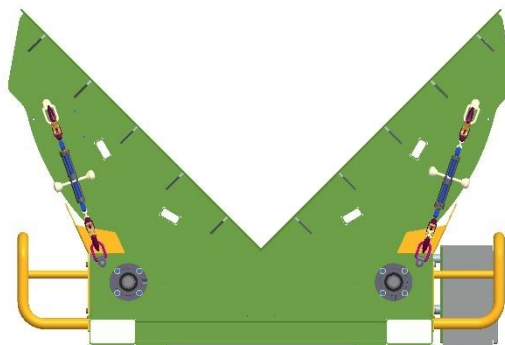

Bild 4
- Der TECDOS TM muss für Wartung und Reinigung in die Mittelposition gefahren werden und gegen Bewegung mit geeigneten Zurrmitteln (z.B.: RUD ICE-VSK mit ICE-Gabelkopfratschenspanner) mechanisch gesichert werden. Dabei sind die Zurrketten so anzubringen, dass der TECDOS TM verspannt ist und in keine Richtung bewegt werden kann (siehe Bild 4).